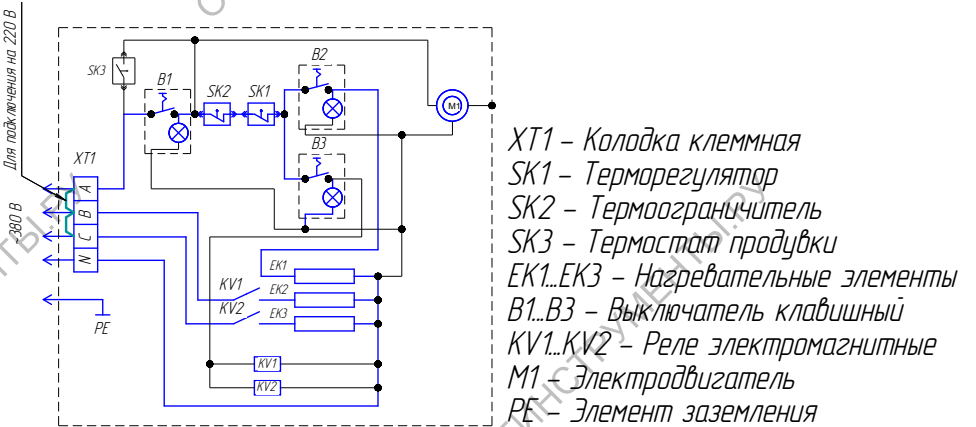
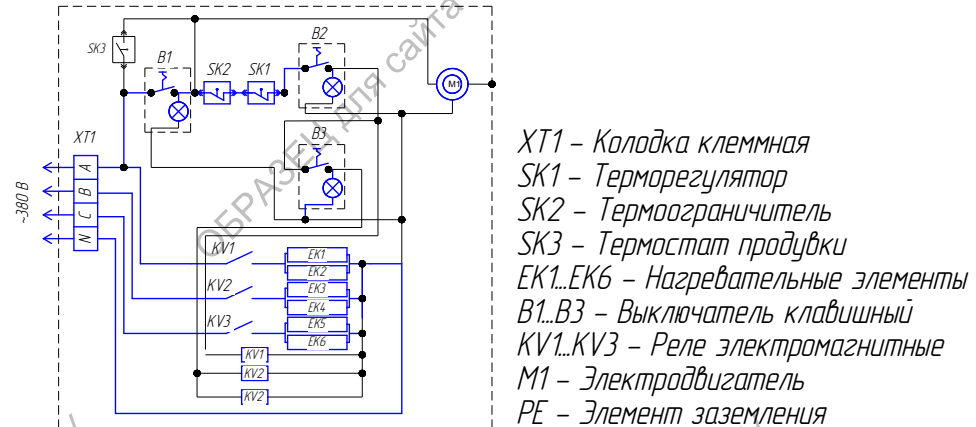

Рис. 1 – Калорифер электрический воздушный КЭВ-6
Рис. 2 – Калорифер электрический воздушный КЭВ-9
- калорифер подключить к сети 220В или 380В, в зависимости от исполнения, в соответствии со схемой, приведённой на Рис.1, Рис.2 и настоящего руководства проводом сечением: 1,0мм² –для КЭВ-6/-9 380В и 2,5мм² –для КЭВ-6 220В;